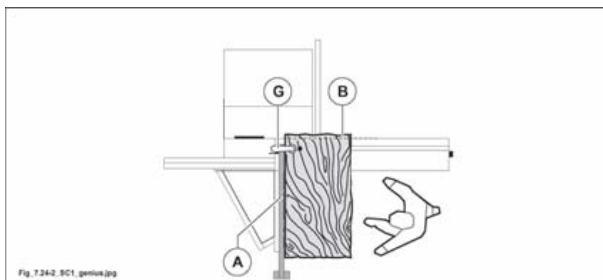

Fig. 7.24-2
- Ruotare il pannello di 90°. Appoggiare il lato rifilato (A fig. 7.24-2) contro la riga in alluminio, fissarlo con lo stringipezzo (G fig. 7.24-2) ed eseguire il nuovo taglio (B fig. 7.24-2).